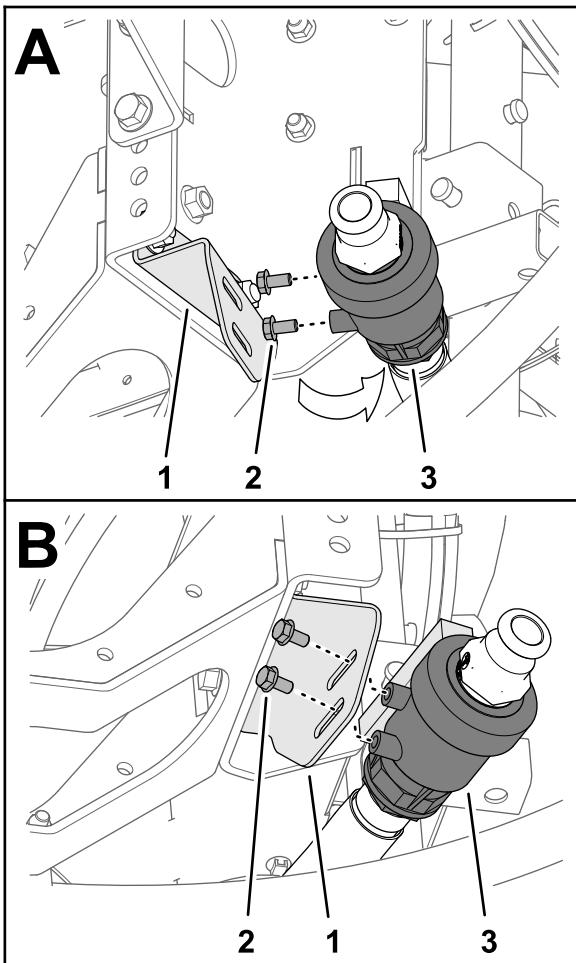

**Bild 13**
1. Entfernen Sie den Kabelbinder, mit dem das Ablassventil und der Schlauch für den Sprühbehälter am Gestellkanal befestigt sind (Bild 13).